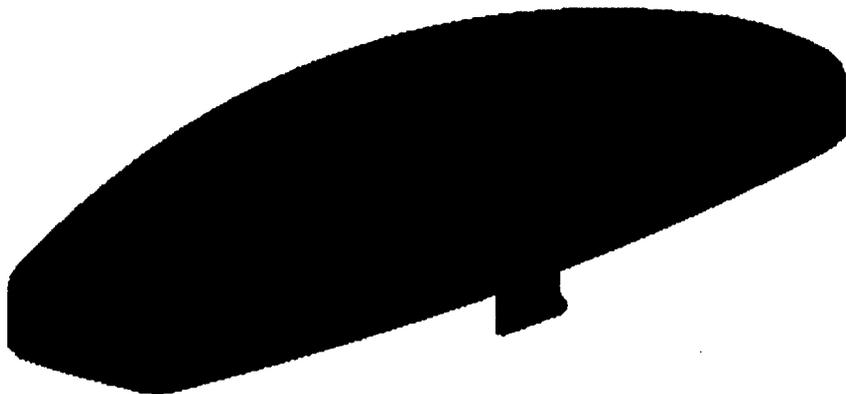

Рис. 9.17 Используйте анализ уклонов, чтобы определить, с какой стороны можно высвободить деталь от литейной формы
4. Нажмите **ОК**, чтобы закрыть диалоговое окно и появился результат анализа, как показано на рис. 9.17.